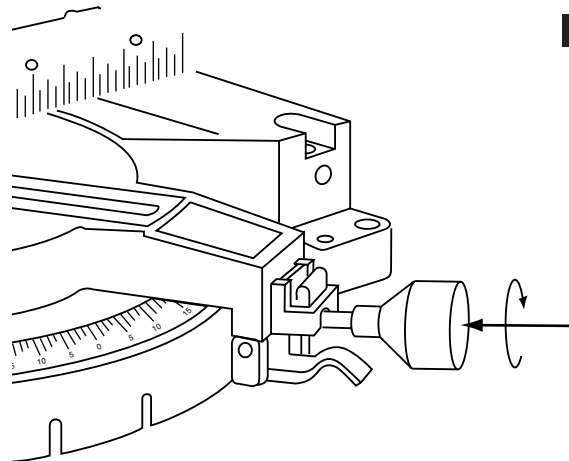

FIG. 1
2. Assemble Miter Lock Knob into front of Table as shown (Figure 1).
2. Montez le bouton de blocage d'onglet dans la partie frontale de la table illustré (Figure 1).